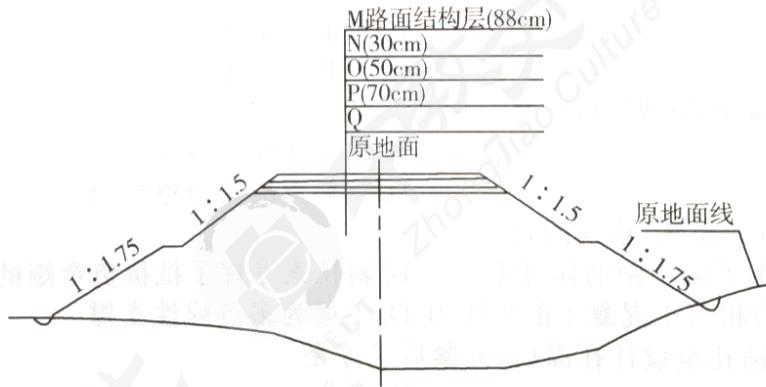

图 2 路基填方横断面示意图
在编制实施性施工组织设计时，施工单位发现 K9+100 ~ K9+600 段弃方共计 140000m^3 ，弃方平均运距为 450m，且弃土场占用良田较多；桥头两端挖方体经取样检测，甲类土 CBR 值为 4.2%，乙类土 CBR 值为 8.1%，土体均匀。经业主、设计、监理、施工等单位现场考察，综合各方面因素，业主单位提出设计变更，将桥梁变更为路堤，变更后的路基填方横断面示意图如图 2 所示。变更后，桥位段增加填方 125000m^3 （均来自 K9+100 ~ K9+600 段路基挖方），增加的其他所有防护、排水、路面、交通安全设施等工程造价为 680 万元。该合同段路基挖方单价为 14.36 元 / m^3 ，填方单价为 7.02 元 / m^3 。
2. 写出路基填方横断面示意图 2 中 N、O、P、Q 各部位名称。如果桥头两端挖方体作为填料，甲类土可以直接用于路基填方横断面示意图中哪些部位的填筑（以字母代号表示）？
2. (1) 路基填方横断面示意图 2 中，N 为上路床，O 为下路床，P 为上路堤，Q 为下路堤。